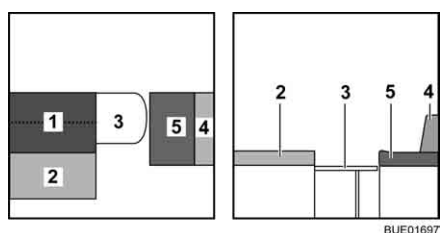

Fig. 130 Durante a transformação
- Coloque o estofado do encosto (Fig. 130,1) sobre a mesa.